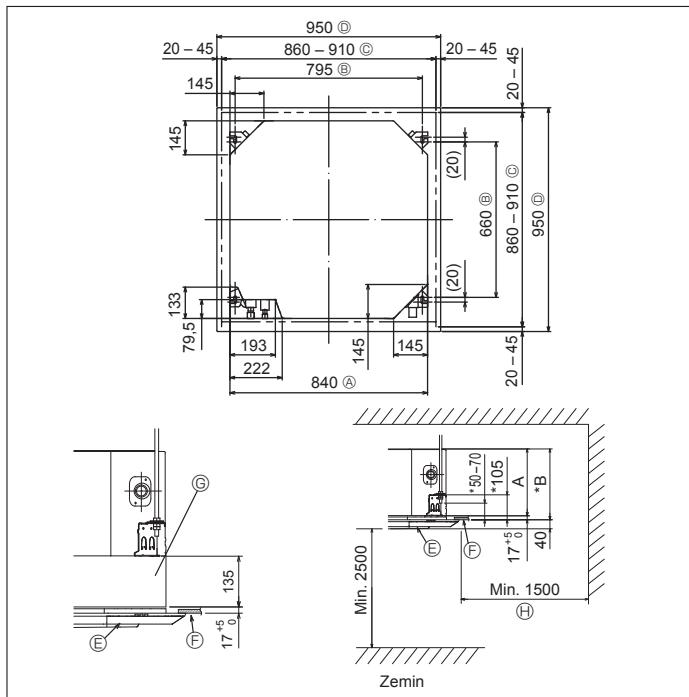

Fig. 3-2
3.2. Tavandaki açıklıklar ve askı civatalarının yerleri (Fig. 3-2)
- * Tavan açıklığının boyutları Fig. 3-2'de gösterilen aralıktaki ayarlanabilir; bu yüzden, ana ünitemi tavan açıklığının karşısına ortalayarak, aralarındaki açıklığın her tarafındaki karşılıklı kenarların sırayla aynı olmasını sağlayın.